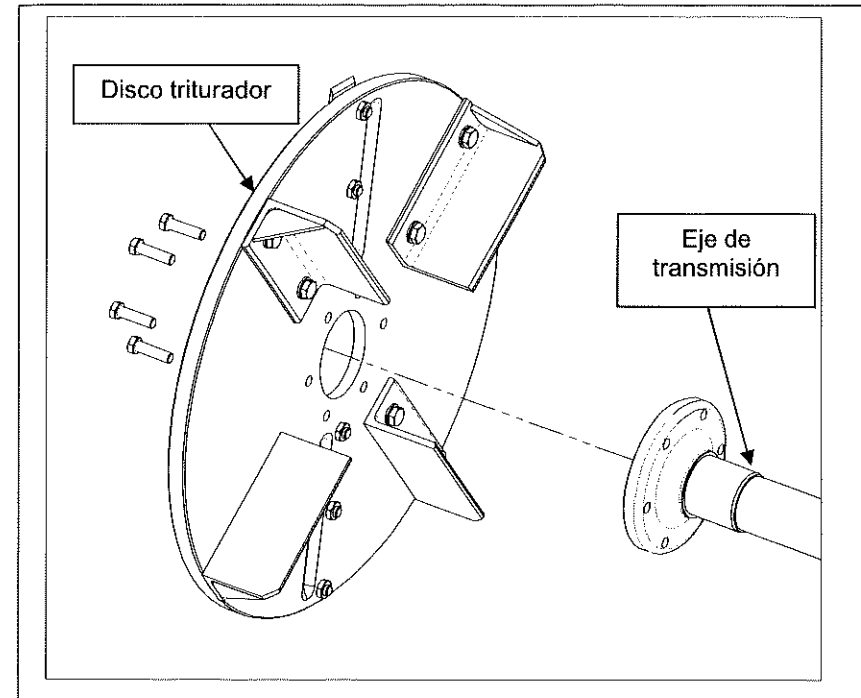

Fig. 17
- Quitar el disco triturador delantero destornillando los 6 tornillos del cubo del eje de transmisión (Fig. 17).